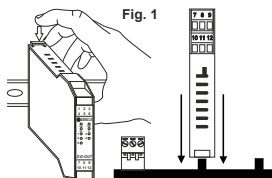

Fig. 1
- 2) Insérer le connecteur arrière IDC10 du module sur une fente libre de l'accessoire pour le rail DIN comme illustré sur la Fig.1. (l'introduction est univoque parce que les connecteurs sont polarisés).
- 3) Pour fixer le module au rail DIN serrer les deux crochets situés de chaque côté du connecteur arrière IDC10 comme illustré sur la Fig.1.